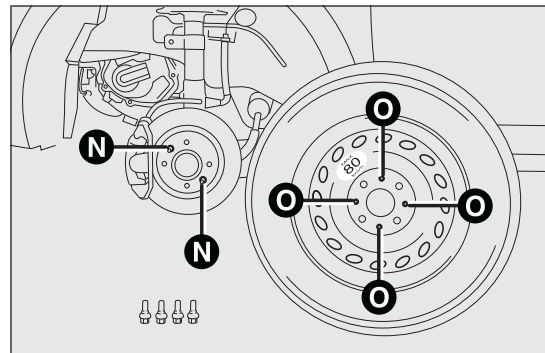

fig. 117
- ❑ monter la roue compacte de secours en faisant coïncider l'axe N fig. 117 avec l'un des orifices O fig. 117 se trouvant sur la roue ;